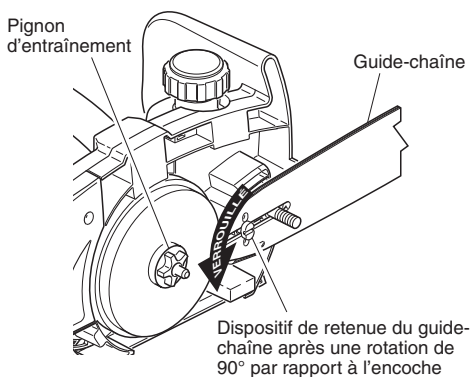

Figure 5 - Verrouillage du dispositif de retenue du guide-chaîne
5. Faire tourner le dispositif de retenue du guide-chaîne de 90 degrés, comme illustré dans la Figure 5, page 48.